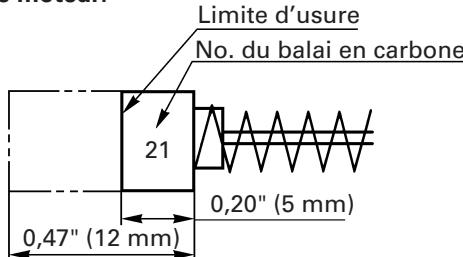

Fig. 10
4. Contrôle des balais en carbone (Fig. 10)
REMARQUE: Utiliser le balai en carbone HITACHI No. 21 indiqué sur la Fig. 10.